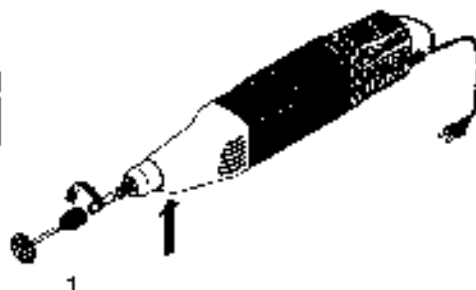

Fig. 2
Anreierknopf (Pfeil Fig. 2) niemals drücken, solange das Gerät läuft.
1. Überwurfnutter 1 (Fig. 2) leicht drehen und dabei gleichzeitig den Anreierknopf drücken, bis dieser einrastet. Mutter 20 Umdrehungen lösen und Werkzeug wechseln. Bei feststehendem Werkzeug (Gabelschlüssel verwenden).